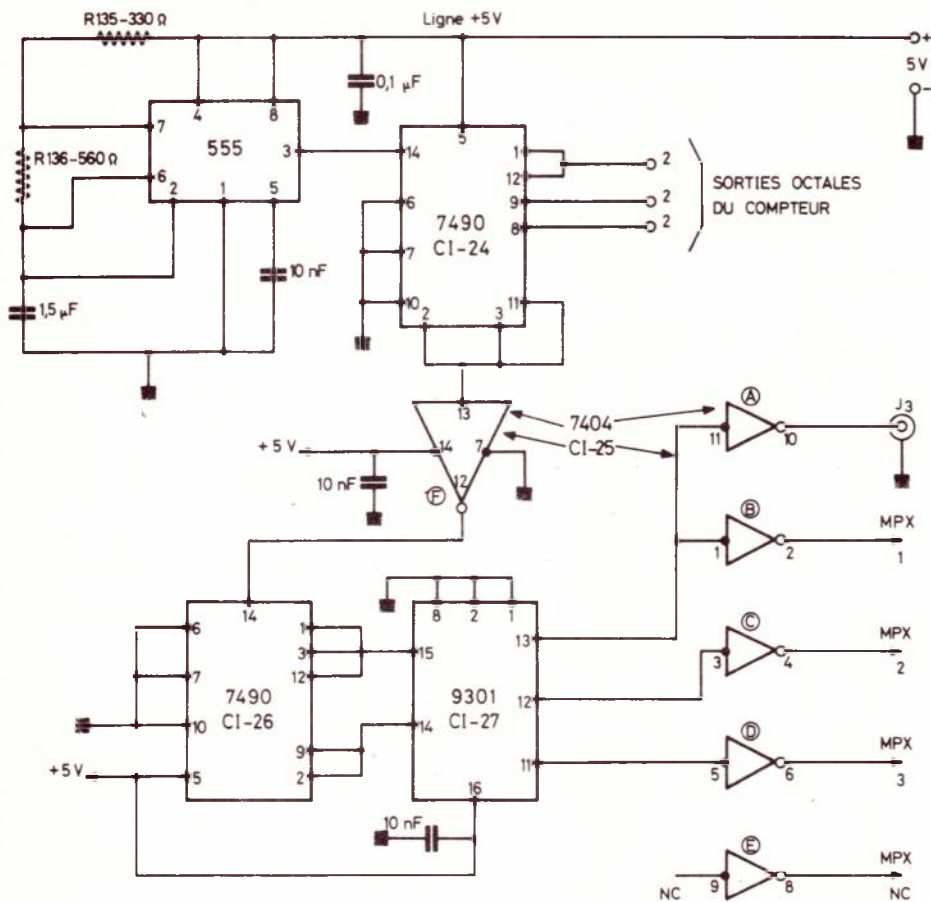

Figure 3
A la **figure 3** on trouve en haut et à gauche l'horloge réalisée avec un circuit intégré 555 CI-23 (par exemple un NE 555 de Signetics), monté en oscillateur de relaxation. En fait, c'est un multivibrateur astable qui engendre les signaux d'horloge. On règle la fréquence avec  $R_{135}$  qui modifie également le rapport cyclique. Avec les valeurs indiquées sur le schéma, la fréquence du signal est de 2 000 Hz, valeur non critique.
On peut voir que le 555 est alimenté à partir de la ligne + 5 V découpée par un condensateur de 0,1  $\mu$ F. D'ailleurs, toutes les parties de la **figure 3** sont alimentées sous 5 V.
En revenant à la partie représentée à la **figure 3**, on trouve un élément inverseur CI-25 qui commande le deuxième compteur 7490, CI-26, suivi du CI 9301 (Fairchild) et dont les signaux des points 13, 12, 11 sont appliqués à des inverseurs (A), (B), (C), (D) faisant partie du CI-25. Celui-ci est un sextuple inverseur du type 7404 dont l'élément (E) n'est pas utilisé.